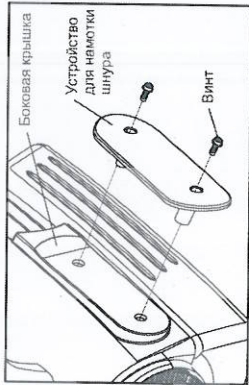

Рис. 7. Устройство для намотки шнура
- а) Вставьте устройство для намотки шнура в отверстия в коже нагревателя и закрепите винтами, как показано на рис. 7.